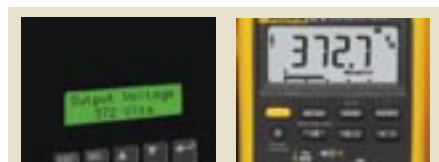

Figure 2. Mesure de la tension de sortie avec filtre passe-bas.
6. Vérifiez que ces deux mesures ne diffèrent pas de plus de 1 % (voir figure 2). Ces mesures devraient également être conformes aux indications du contrôleur (le cas échéant).